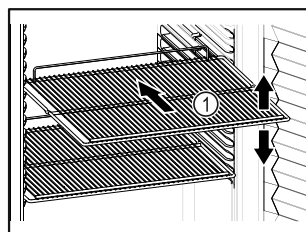

Fig. 53 Voorbeeld
- ☐ Indien de legroosters Fig. 53 (1) verplaatsbaar zijn, deze aan de hoogte aanpassen.